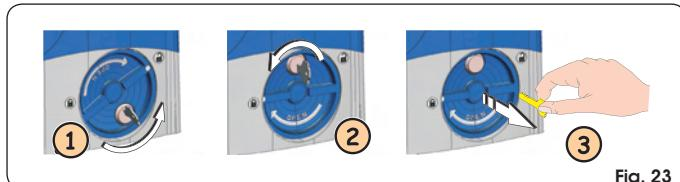

Fig. 23
1. Ruotare il sistema di sblocco in senso antiorario di circa 180°, come indicato in Fig. 23 rif. ①.
2. Ruotare la chiave in senso antiorario, Fig. 23 rif. ②, ed estrarla dalla serratura, come indicato in Fig. 23 rif. ③.